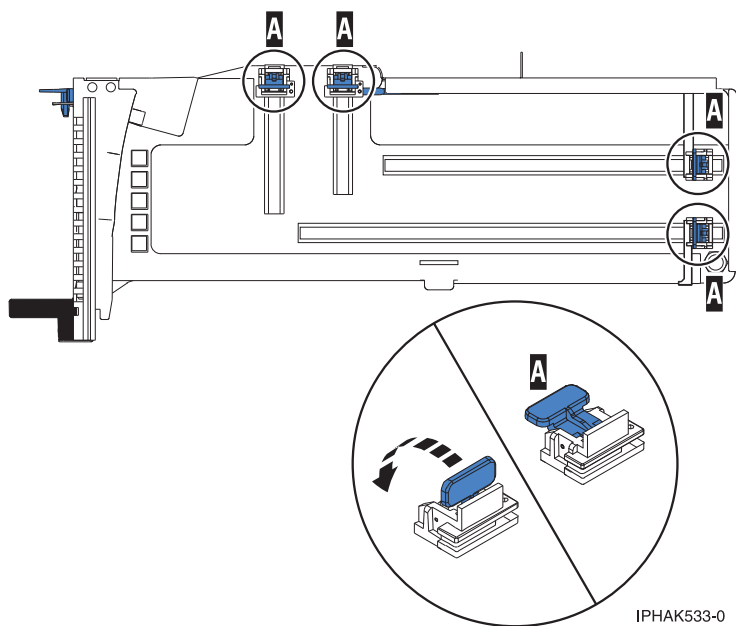

図 29. アダプター保持具
- b. アダプターを取り付けられるように、必ずすべてのアダプター保持具 (A) をカセットの端に押し出しておいてください。 42 ページの図 29を参照してください。